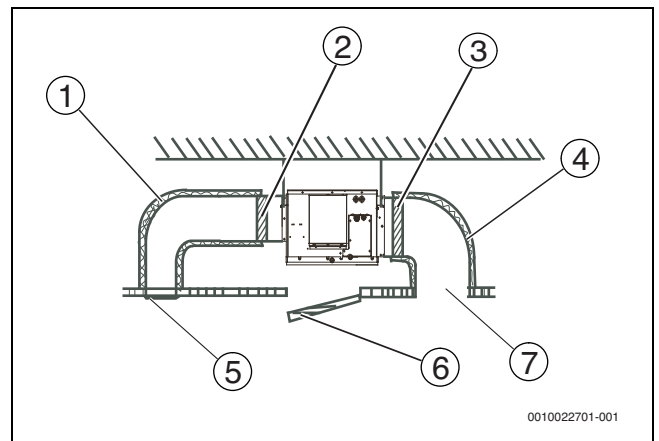

Рис. 19
6. Подсоедините воздуховод, как показано на рис. 19.